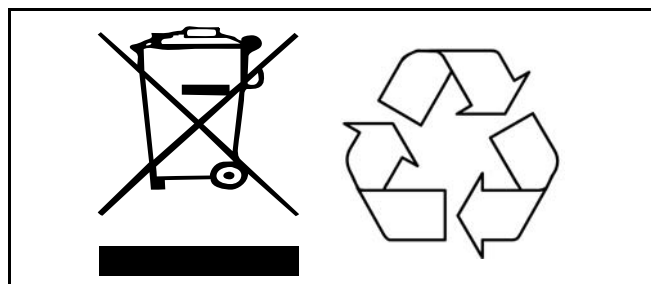

図 2
- バッテリーのリサイクルと廃棄に関しては、WEEE 指令（廃電気電気機器）の規定ならびに現地の地方条例に従ってください。規定や法令を遵守しない場合は、バッテリーの爆発、漏出および怪我を引き起こすことがあります。バッテリーを返送する場合は、その端子を接着テープで絶縁してください。さもなければ、その使用されたバッテリー内部の残留電気により、火災や爆発を生じることがあります。下の図 2 は、廃棄記号とリサイクル記号を示します。